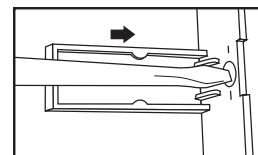

Fig. 5
6. Coloque un destornillador detrás de la tapa del orificio del botón y empújelo hacia afuera. **(Fig. 5)**
6. Placer un tournevis derrière le couvercle de l'ouverture du bouton et le pousser vers l'extérieur. **(Fig. 5)**